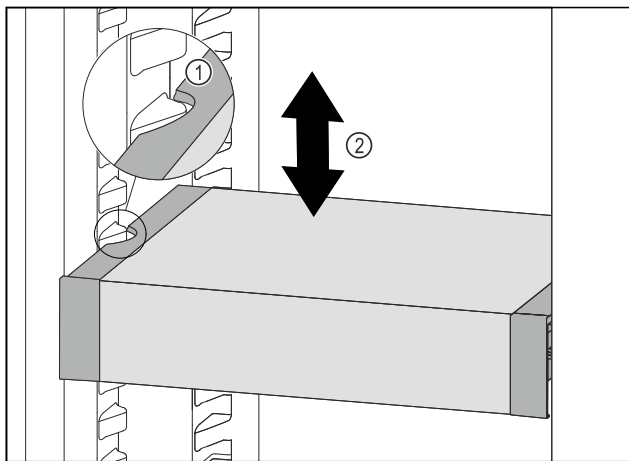

Fig. 116
- ▶ VarioSafe w chłodziarce przesunąć w górę lub w dół, aż zostanie osiągnięta żądana wysokość. Fig. 116 (2)